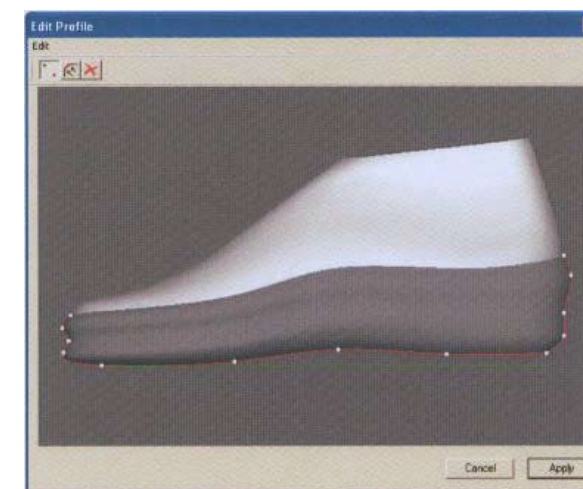

Рис. 171
- Измените профиль, двигая и вставляя необходимые точки, чтобы изменить форму подошвы (рис. 171).